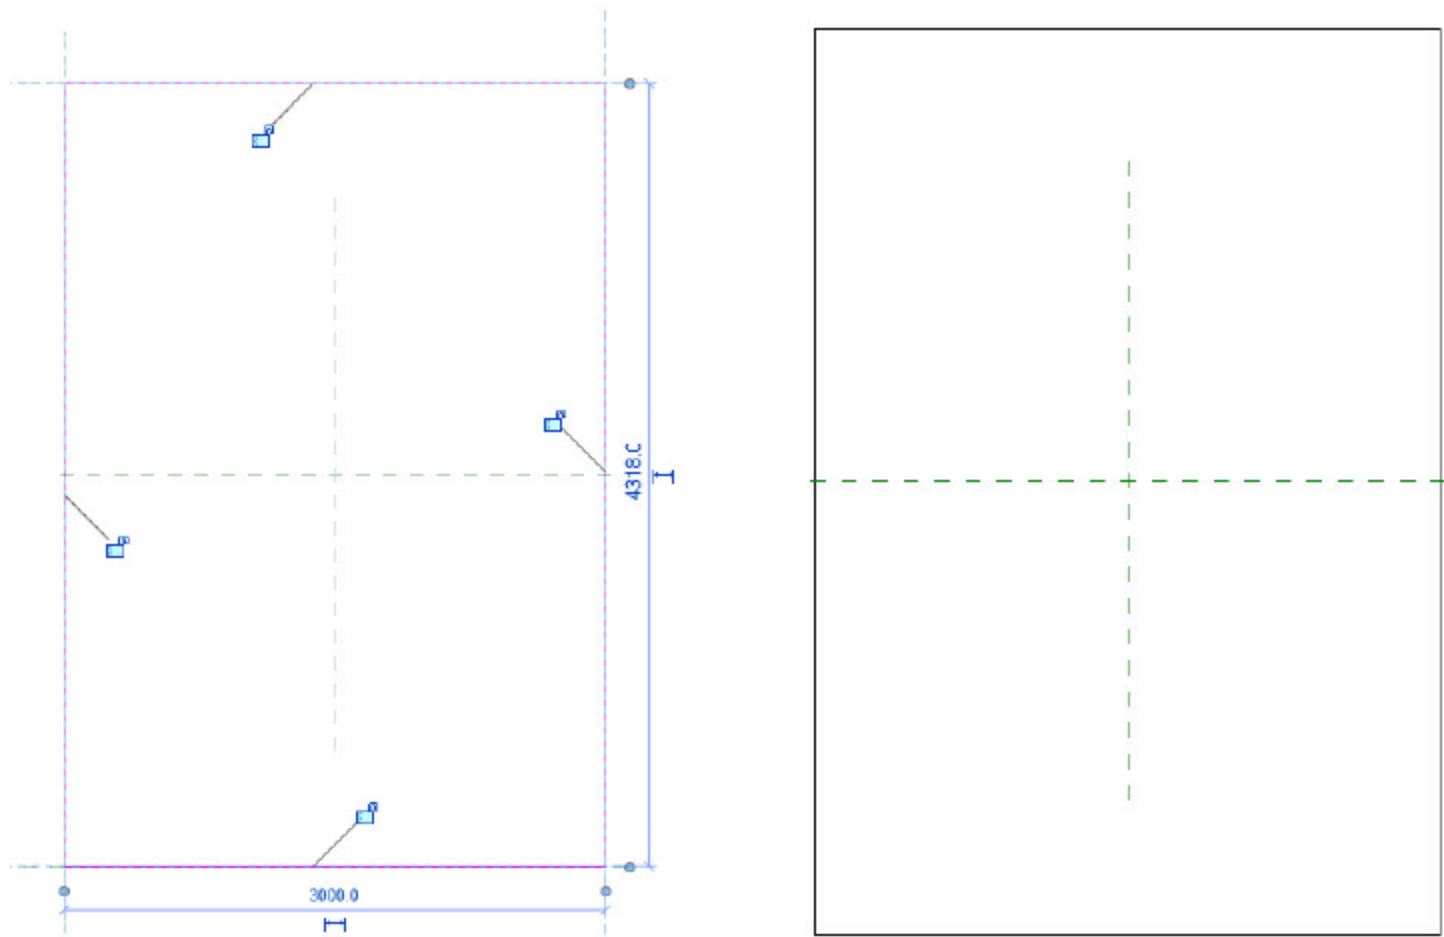

图 2.1.55 绘制承台截面
(3) 绘制承台截面。选择“创建”→“拉伸”→“矩形”命令，绘制矩形承台截面，删除多余的辅助线，如图 2.1.55 所示。